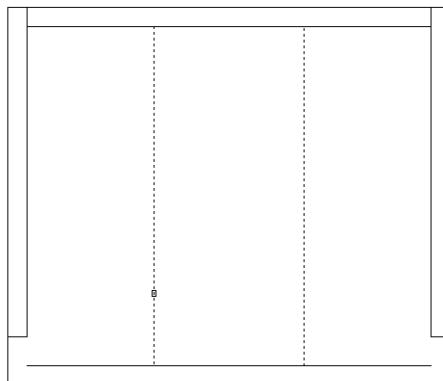

Рис. 2.20 ▶ Линии, выбранные в качестве секущих ребер
1. Запустите инструмент **Обрезать** (Trim), щелкнув на кнопке **Обрезать** (Trim) панели **Изменить** (Modify) или выбрав из меню команду **Изменить** ⇒ **Обрезать** (Modify ⇒ Trim) либо введя в командном окне команду **Обрезать** (TRIM) или просто **обр** (TR). Как и при использовании команды **Удлинить** (EXTEND), AutoCAD в командном окне предложит вам выбрать объекты, которые в данном случае будут использоваться как секущие ребра.
2. Выберите две вертикальные линии, созданные с помощью инструмента **Подобие** (Offset), которые обозначают правую и левую вертикальную границы контура технологического паза (рис. 2.20) и нажмите **Enter** для завершения выбора.